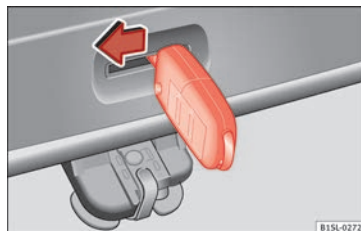

Fig. 140 A partir do porta-bagagens: destrancagem de emergência da porta do porta-bagagens.
- Introduza o palhetão da chave na ranhura da porta do porta-bagagens » **Fig. 140** e empurre a alavanca de desbloqueio no sentido da seta para desbloquear o porta-bagagens.